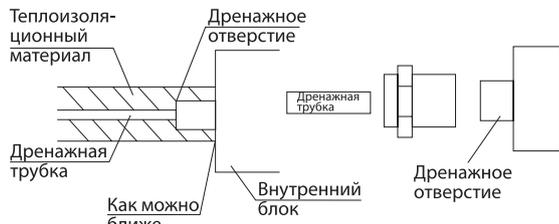

Рисунок 26 - Подсоединение дренажной трубки к внутреннему блоку
- Дренажный трубопровод должен быть надлежащим образом изолирован, чтобы предотвратить образование конденсата. Толщина теплоизоляционного материала должна быть не менее 9 мм (см. рис. 26).